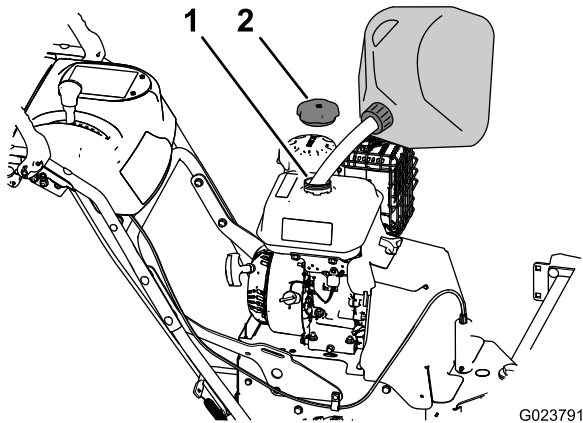

Figura 7
1. Limpie alrededor del tapón del depósito de combustible (Figura 7).
2. Retire el tapón del depósito de combustible (Figura 7).
4. Coloque el tapón del depósito de combustible y limpie cualquier gasolina derramada (Figura 7).